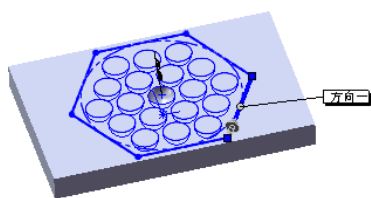

图 3.19.10 默认阵列方向
Step4. 定义阵列参数。激活 **填充边界(L)** 区域中的文本框，在设计树中选择  **草图3** 为阵列的填充边界；在对话框的 **阵列布局(O)** 区域中单击  按钮，系统默认将图 3.19.10 所示的边线作为阵列方向，在 **阵列布局(O)** 区域的  按钮后的文本框中输入数值 12.0，在  按钮后的文本框中输入数值 15.0，在  按钮后的文本框中输入数值 0。